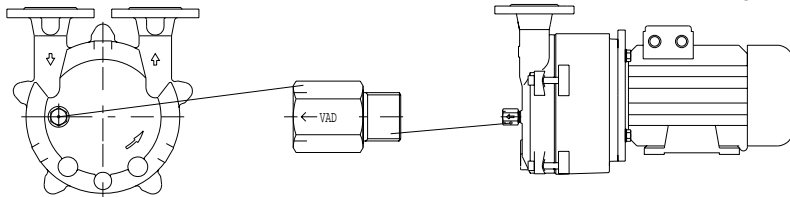

Рис.6
Автоматический дренажный клапан VAD позволяет производить дренаж излишка жидкости, имеющийся внутри насоса во время остановки. Дренажный клапан следует устанавливать на насосах, работающих под вакуумом, при нормальном функционировании из него не должно наблюдаться протечек рабочей жидкости. На рис.6 указано место монтажа клапана на насос.
*Install the valve as shown in fig. 6.*